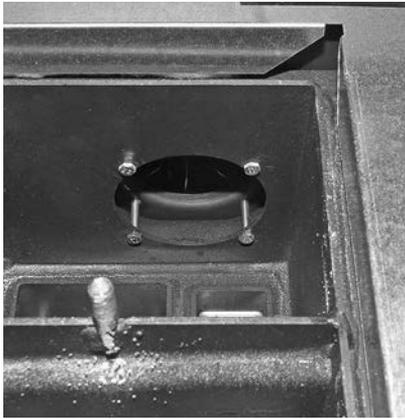

Fig. 29 4 Schrauben entfernen
- 4 Sechskantschrauben innen bei Nachheizflächen entfernen – Fig. 29. Abgasgebläse vorsichtig abnehmen.